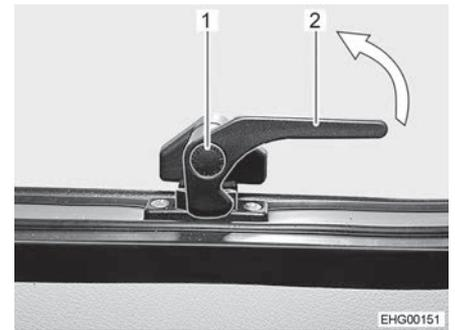

Fig. 30 Palanca de bloqueo inferior (posición "cerrada")
- Pulsar el botón de seguridad (Fig. 30,1) en la palanca de bloqueo inferior (Fig. 30,2) y mantenerlo pulsado.
- Girar la palanca de bloqueo inferior (Fig. 30,2) un cuarto de vuelta hacia el centro de la ventana.